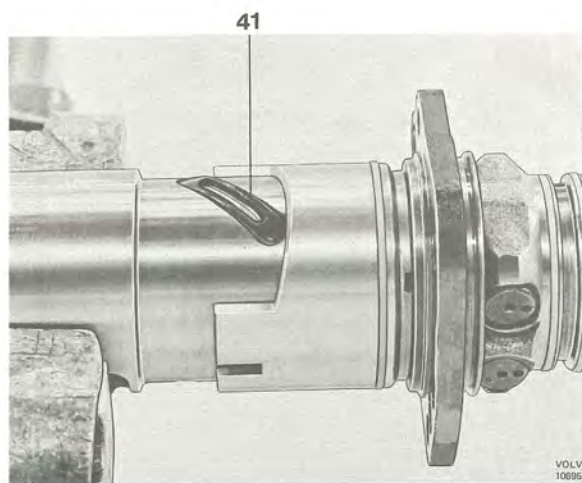
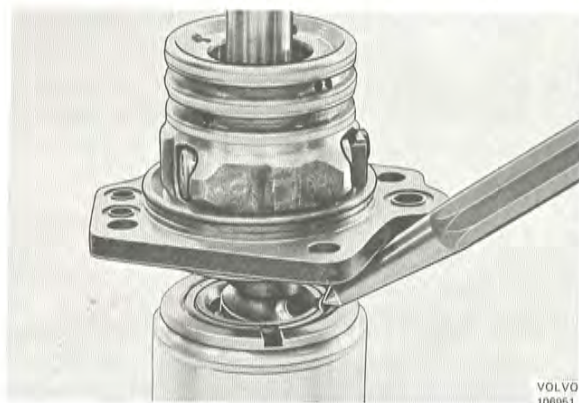

Bild 104. Packning monterad
Bild 105. Låsning av ring
För in snäckskraven i kolven under det de 23 kulorna monteras, se under pos. 7. Montera packningen (41), se bild 104. Sätt ihop kolv och hylsa och montera pinnen (23) om den varit demonterad. Hylsans urtag skall vara på kuggsidan, se bild 105.
Varning! Snäckskraven får inte dras så långt ur kolven att kulorna ramlar ur (in i kolven). Dra åt ringen (27) och lås den, se bild 105.